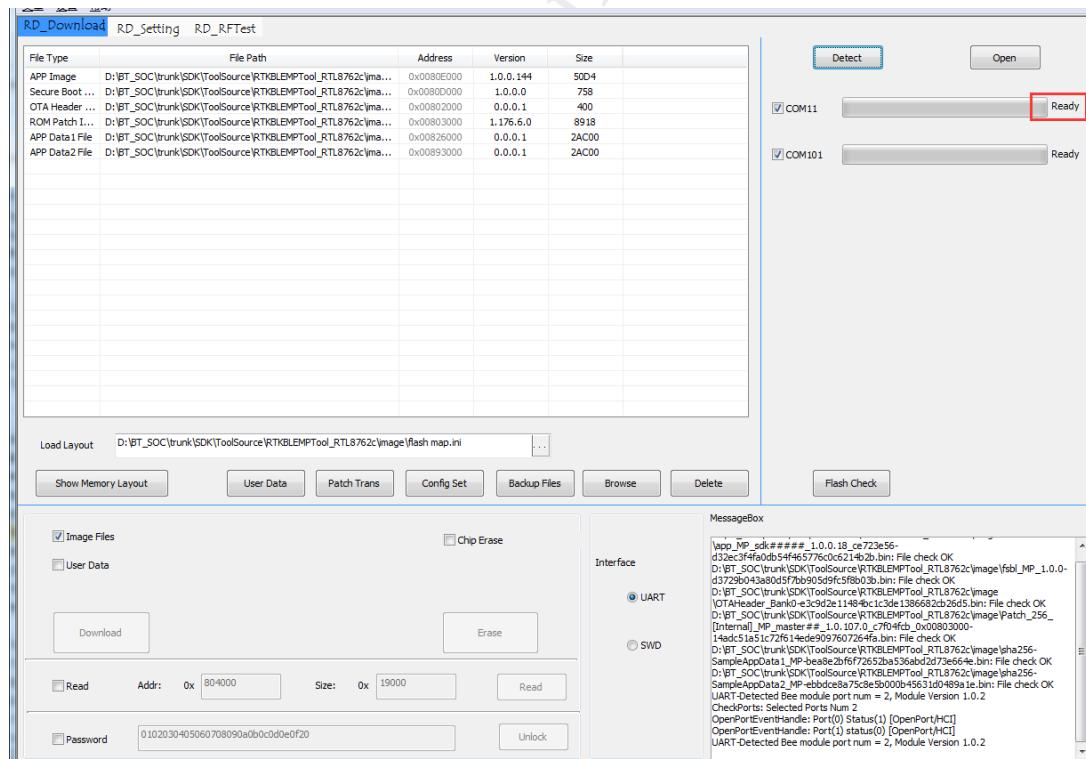

图 8-13 探测端口
5) 点击“Detect”按钮探测端口，此时端口状态显示“Ready”，如图 8-13 所示；